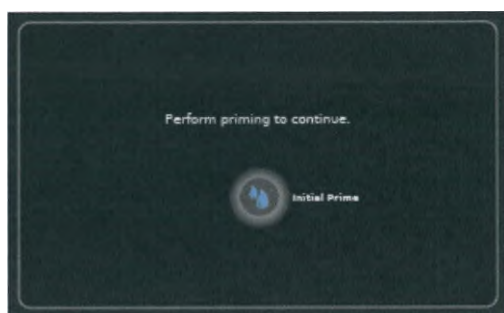

Рисунок 96 — Всплывающее окно «НАЧАЛЬНАЯ ЗАГРУЗКА»
- При замене кассеты для аспирации и ирригации во время процедуры, появится всплывающее окно с напоминанием «НАЧАЛЬНАЯ ЗАГРУЗКА» (рисунок 96). Коснитесь